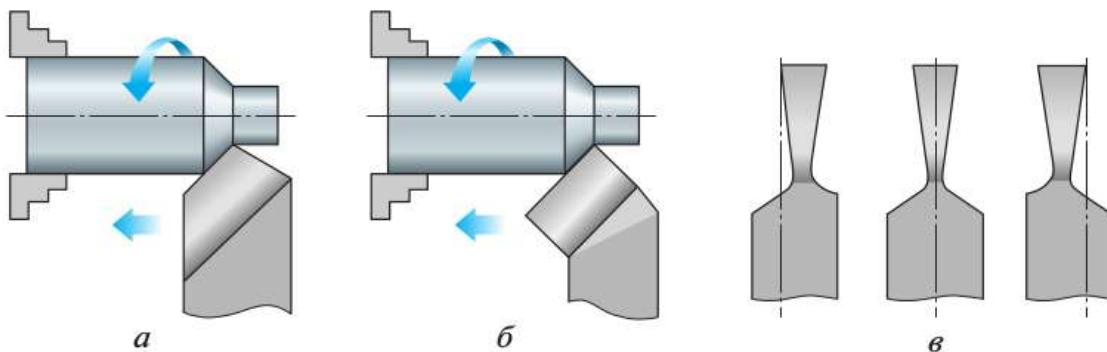

Рис. 5.17. Форма головок резцов: а — прямая; б — отогнутая; в — оттянутая
2. По форме и расположению головки относительно стержня (тела) резца: прямые, отогнутые и с оттянутой головкой (рис. 5.17).